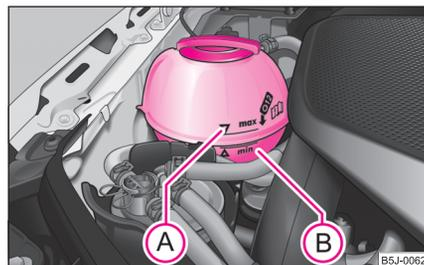

Fig. 159 Vano motor: Depósito de expansión de líquido refrigerante
- Compruebe el nivel de líquido refrigerante en el depósito de expansión del mismo  $\Rightarrow$  fig. 159. Con el motor frío, el nivel del líquido refrigerante debe encontrarse entre las marcas "MIN"  y "MAX" . Con el motor caliente, el nivel puede sobrepasar también un poco la marca de "MÁX.".
- Coloque un trapo sobre el tapa del depósito de expansión de líquido refrigerante ⇒ página 188, fig. 159 y desenrosque el tapón con **cuidado** girándolo hacia la izquierda ⇒ .